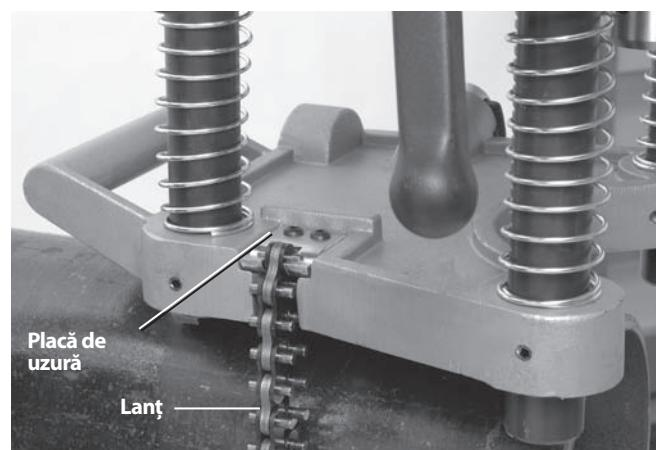

Figura 5 – Agățarea lanțului HC-450
3. Țineți întotdeauna cel puțin o mână pe dispozitivul de perforare pentru a-l stabiliza și a-l ghida. Apucați capătul lanțului și trageți-l strâns în jurul țevii. Agătați cel mai apropiat bolt de lanț de placă de uzură și strângeți ferm maneta pivotantă pentru ține strâns dispozitivul de perforare pe țeavă. (Vezi figura 5.)